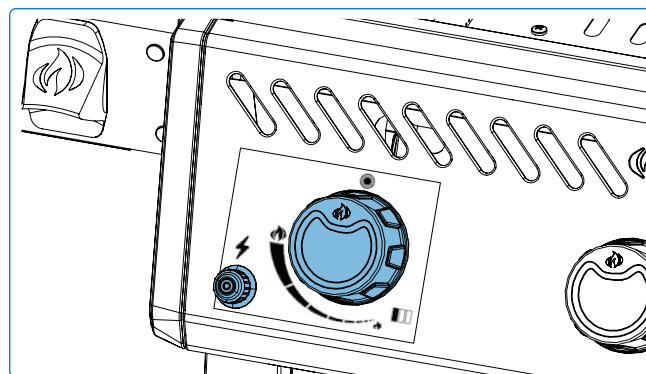

Fig. 6
2. Poussez et tournez le bouton de commande souhaité en position haute. Appuyez sur le bouton de l'allumeur électronique et maintenez-le enfoncé jusqu'à ce que le brûleur s'allume, ou allumez-le à l'aide d'une allumette. **(Fig. 6).**
3. Tournez le bouton de commande dans le sens des aiguilles d'une montre jusqu'à la position OFF et attendez 5 minutes pour que le gaz se dissipe. **(Fig. 6).**